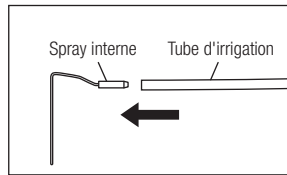

Fig. 7
2) Raccordez fermement le tube d'irrigation à l'embout de spray interne. (Fig.7)